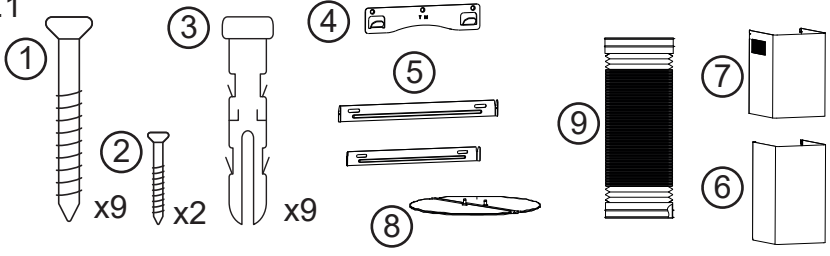

Fig.2
1. Coloque el soporte de pared en la pared y marque los 3 puntos donde se deben fijar los tornillos. (como referencia tome las medidas de la (Fig.2).